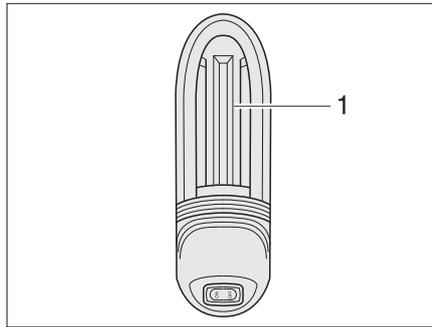

Bild 280 Garagenleuchte
- Leuchtenabdeckung (Bild 280,1) etwas nach oben schieben und abnehmen.